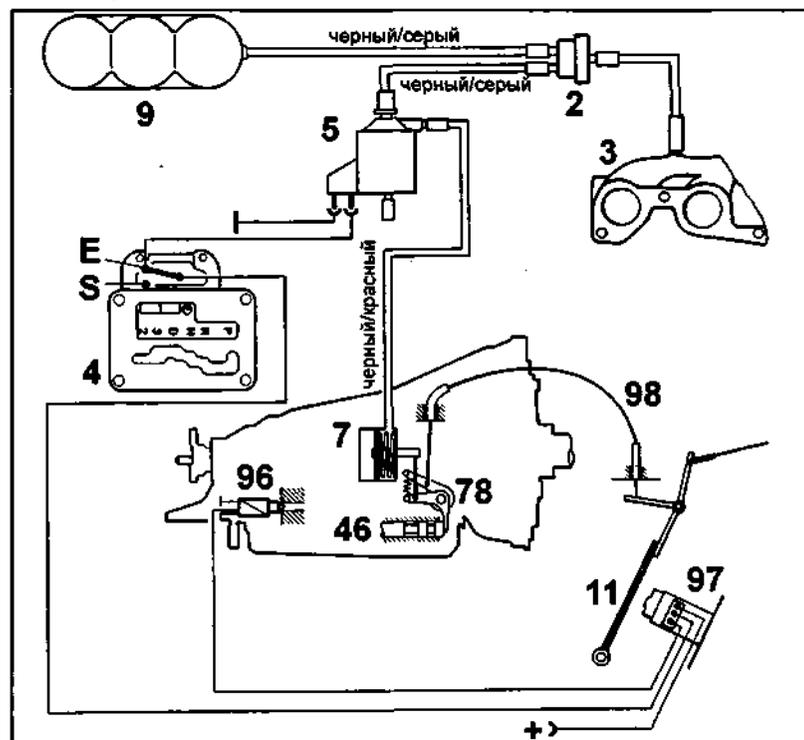

Рис. 12.
Вакуумная камера (7) соединена через электрический переключающий клапан (5) с впускным коллектором (3) и вакуумным ресивером (9) (рис. 12). Переключающий клапан (5) управляется программным переключателем (4). Шток вакуумной камеры соединен с двухплечим рычагом (78). При этом ход плунжера клапана-дросселя (46) ограничен, и при дальнейшем нажатии на педаль управления дроссельной заслонкой пружина двухплечего рычага (78) растягивается.